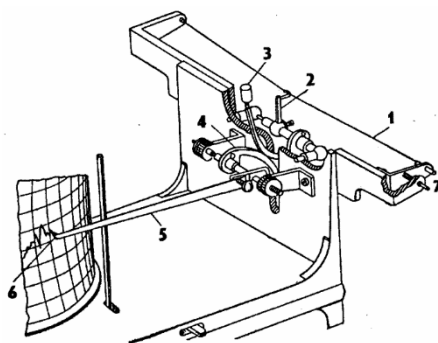

Рис.6. Гигрограф волосной: 1 – пучок волос; 2; 3, 4 – рычаги; 5 – стрелка; 6 – перо
*Гигрограф волосной* применяется для непрерывной регистрации изменений относительной влажности воздуха (рис.6).